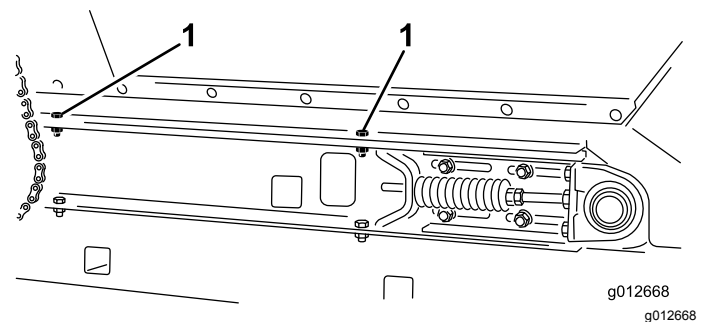

图32
4. 在机器两侧用在 拆除滑行滚道 \(页码 18\)中卸下的 2 个平头螺丝、2 个垫圈和 2 个锁紧螺母将料斗固定到滑行机架轨道上图32。